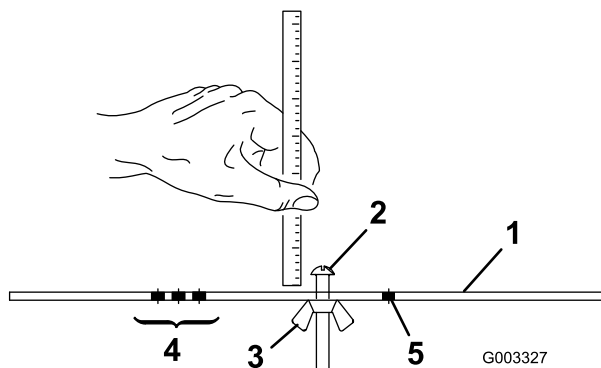

図 24
2. ゲージバー 図 24 のナットをゆるめ、調整ねじを希望の刈り高に合わせる